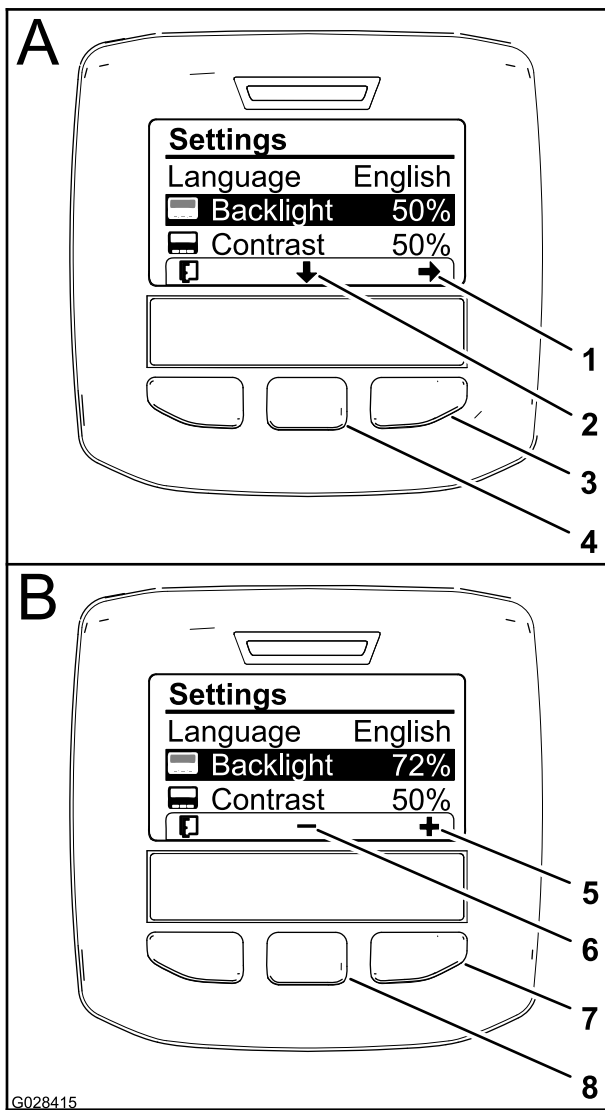

Figura 63
2. Pentru a regla nivelul iluminării de fundal al afiajului, apăsai butonul de selectare central (butonul de sub pictograma săgeată în jos de pe afiaj) pentru a muta opiunea selectată în jos, la setarea Backlight (Iluminare de fundal) (Figura 63).
- Apăsai butonul de selectare dreapta pentru a afia contextul de ajustare a valorii (Figura 63).
- Utilizai butonul de selectare central i butonul de selectare dreapta pentru a modifica nivelul de luminozitate al afiajului (Figura 63).
- Apăsai pe butonul de selectare din stânga (butonul de sub pictograma listă de pe afiaj) pentru a vă salva selecția, închideți meniul Backlight (Iluminare de fundal) i revenii la meniul Settings (Setări) (Figura 63).
- Pentru a regla nivelul de contrast al afiajului, apăsați butonul de selectare central (butonul de sub pictograma săgeată în jos de pe afiaj) pentru a muta opțiunea selectată în jos, la setarea Contrast (Contrast) (Figura 63).
- Apăsai pe butonul de selectare din stânga (butonul de sub pictograma listă de pe afiaj) pentru a vă salva selecția, închideți meniul Contrast (Contrast) i revenii la meniul Settings (Setări) (Figura 63).
- Apăsai pe butonul de selectare stânga pentru a părăsi meniul Settings (Setări) i revenii la meniul principal (Figura 61 i Figura 63).
- Apăsai butonul de selectare din stânga pentru a reveni la ecranul de pornire (Figura 63).